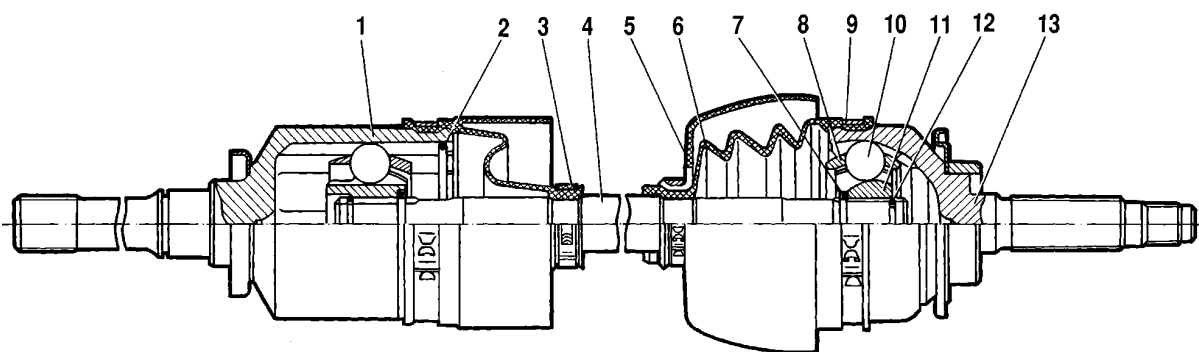

Bild 3-82. Antrieb des Vorderrads:
Auf die Vorderräder wird das Drehmoment von der Vorderachse über den rechten und linken Antrieb übertragen, jeder von denen aus der Welle 4 (Bild 3-82) und zwei Gleichlaufgelenken besteht.
- Die Schelle 9 (siehe Bild 3-82) aufbiegen, diese von der Gummihülle 6 abziehen und die Haube mit der Hülle an der Welle versetzen, um die Gelenkfassung 11 zugänglich zu machen,
Vor dem Klopfen auf die Welle 4 (siehe Bild 3-82) zu ihrer Verbindung mit der Innenfassung 11 ist ein neuer Sicherungsring 12 genau in die Mitte einzulegen und danach heftig nach unten auf das Ende der Welle zu klopfen; der Sicherungsring drückt sich zusammen und rutscht durch die Bohrung der Fassungskeilnuten.